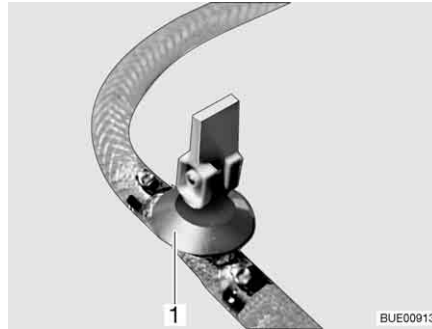

Fig. 217 Robinet de vidange
- Fermer le(s) robinet(s) de vidange. Placer le levier à bascule (Fig. 217,1) en position horizontale.
- Ouvrir le(s) robinet(s) de vidange (Fig. 217). Pour cela, placer le levier à bascule (Fig. 217,1) en position verticale. Le chauffe-eau se vide à l'extérieur.